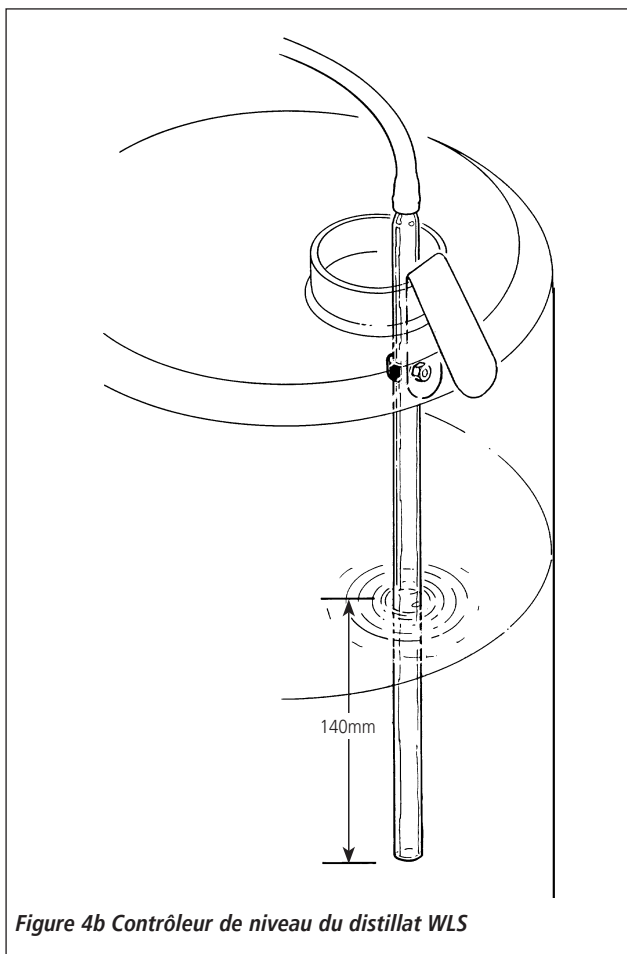

Figure 4b Contrôleur de niveau du distillat WLS
3. Avec le clip métallique, fixez la cloche à pression en verre dans le réservoir de recette de distillat. Voir la fig. 4b.